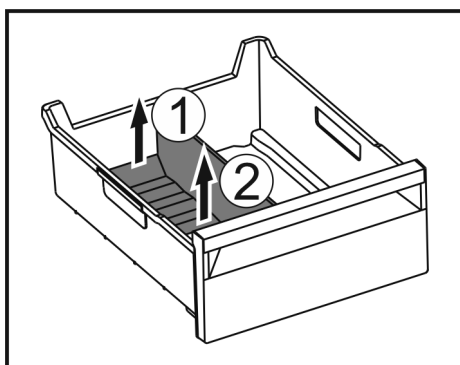

Fig. 135
- Zvedněte zadní část přepážky přihrádky na led. Fig. 135 (1)
► Přepážku přihrádky na led vyjměte nahoru. Fig. 135 (2)